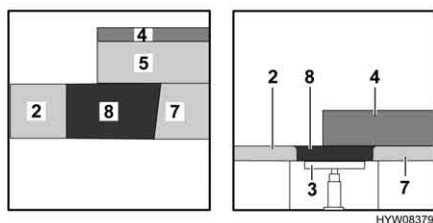

Fig. 43 Dopo la trasformazione
- Posizionare il cuscino aggiuntivo (Fig. 43,8) sul tavolo.